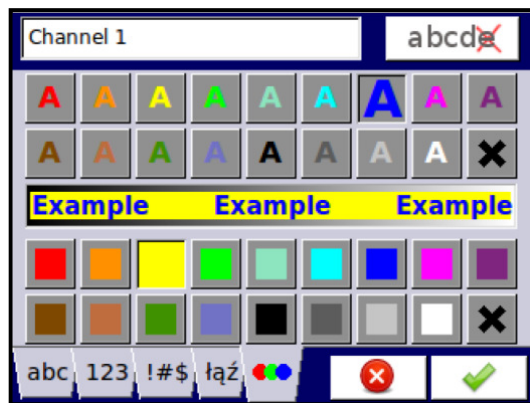

Abb. 7.5 - Texteditor - Schrift- und Hintergrundfarben
- Schrift- und Hintergrundfarben, Abb. 7.5